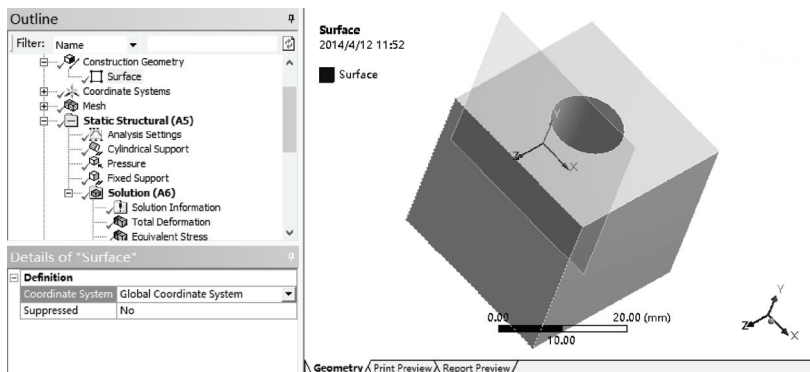

图 6-45 设置 Surface 对象
3) 在树结构图中单击 Surface 对象，然后设置细节窗口中的 Coordinate System 为 Global Coordinate System，此时全局坐标系的 XY 面被自动设置为截面，如图 6-45 所示。